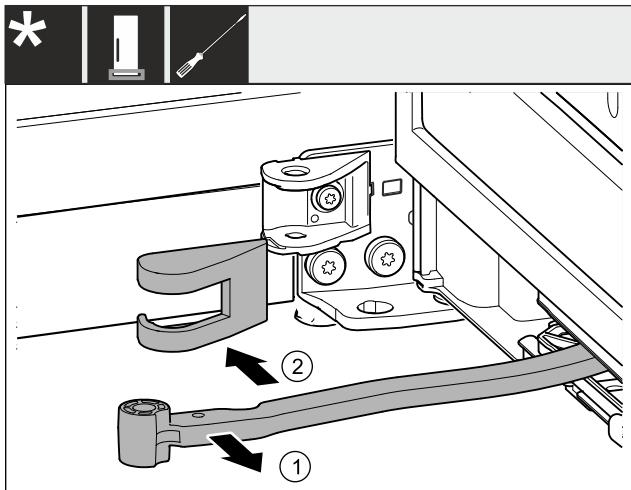

Fig. 6
- ▶ Kŕb otočte v smere dverí. Fig. 6 (1)
- ▶ Vyberte kryt ložiskovej konzoly. Fig. 6 (2)